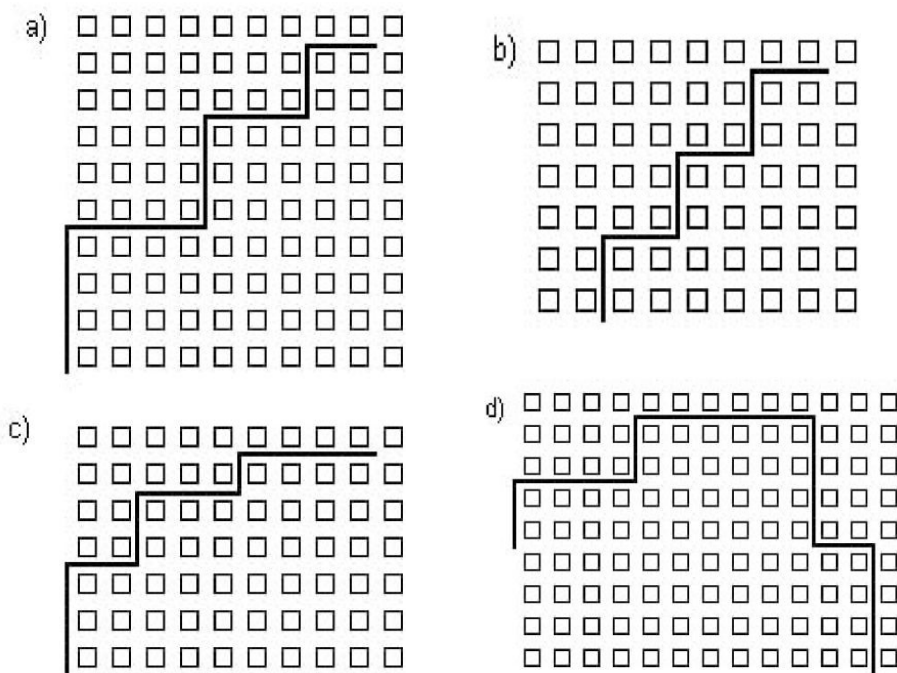

Figura 6.7: Recorrido con escalones.
5. Programe al robot para que realice cada uno de los cuatro recorridos de la figura 6.7.